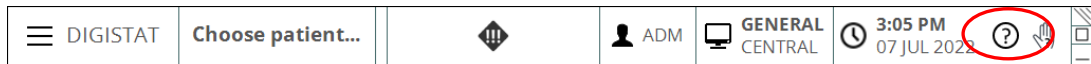

Fig 7
- Klik op de toets **Help** op de werkbalk (Fig 7)